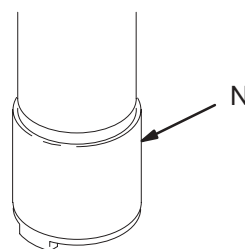

Fig. 4
La pumpen gå sakte i minst 5 minutter, stopp den og ta av luftslangen. Press opp mot kulen på inntaksventilen (N) for å tømme den nederste delen av pumpen. Se Fig. 4. Snu pumpen for å tømme den øverste delen.